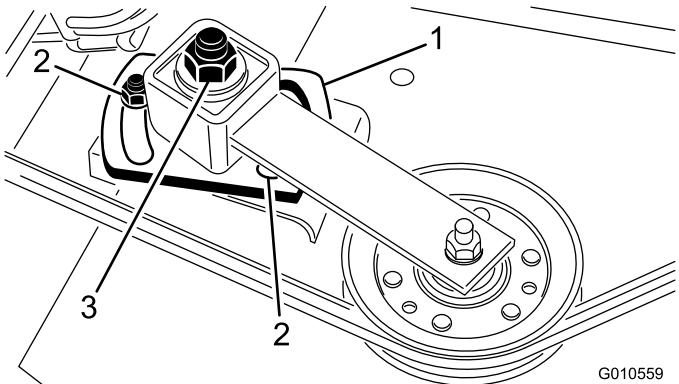

図 28
4. アイドラプレートを固定しているナット（2個）をゆるめる。ソケットとトルクレンチを使用して、アイドラ調整ナットを 25-30 ft-lb (24-41 N·m = 4.8-5.5 kg·m) にトルク締めする（図 28）。